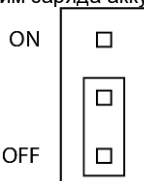
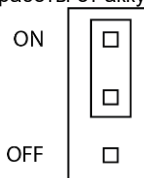

Рис. 1 Непостоянный режим работы
Рис. 2 Постоянный режим работы
- 6.12 Установите перемычку на плате светильника в соответствии с требуемым режимом работы (рис.1, рис.2).